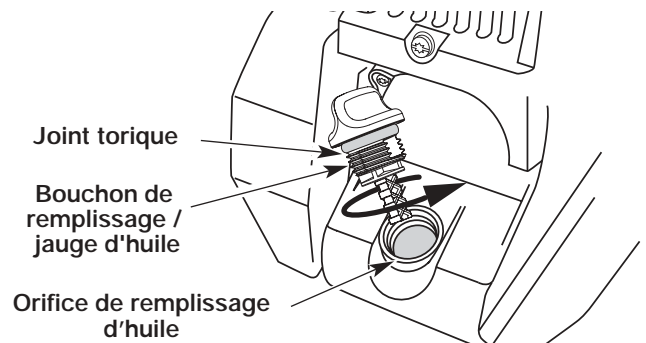

Figure 41
**REMARQUE :** Assurez-vous que le joint torique est mis sur le bouchon de remplissage / jauge d'huile au moment de la vérification et du changement d'huile (Fig. 41).